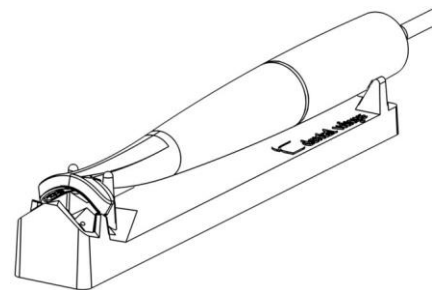

图 7: 使用完整性检查工具
3. 将手持件放在完整性检查工具上，确保头部两端全部至于工具上 (图 7)。